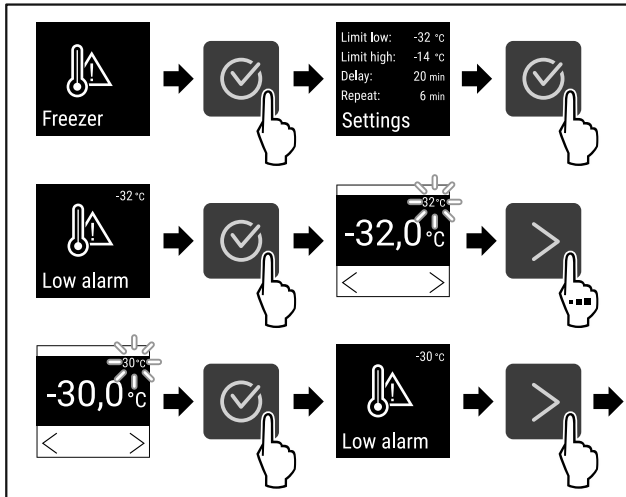

Fig. 97
- ▶ Изпълнете стъпките (виж Fig. 97).